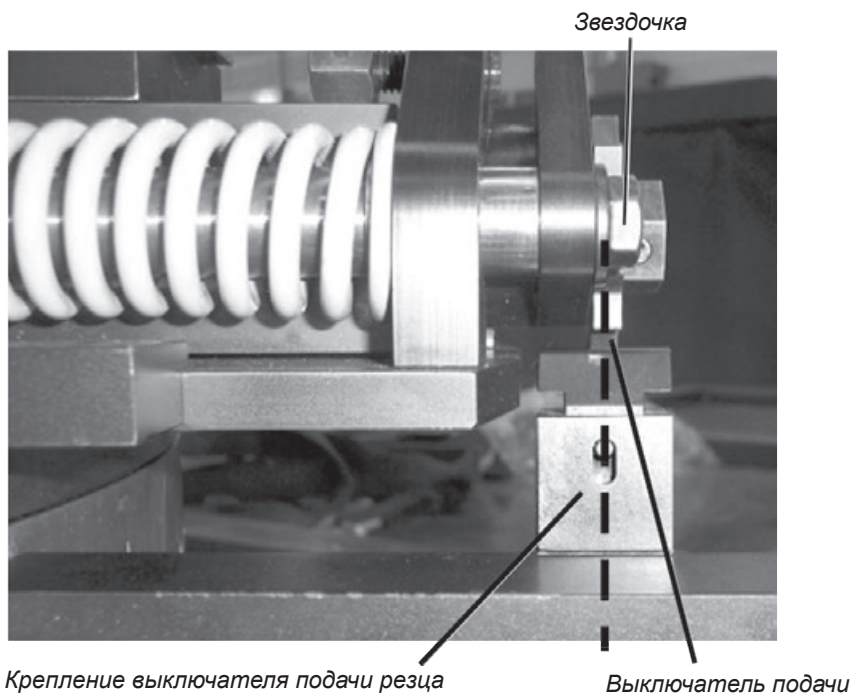

Рис. 3-8. Расположите крепление выключателя подачи, обеспечив нахождение контактных точек звездочки по центру выключателя.
17. Расположите крепление выключателя подачи, обеспечив нахождение звездочки по центру выключателя, см. Рис. 3-8. Затяните винт регулировки положения.